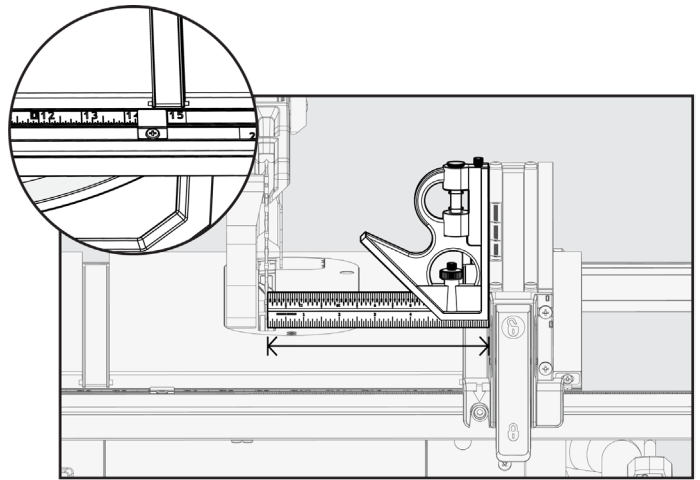

Figure 35
1. À l'aide d'un outil de mesure de précision, mesurez la distance entre la face intérieure de la lame et le bord de la fente d'onglet. Voir la Figure 35.